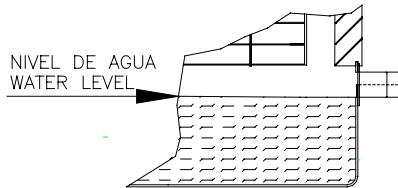

Fig.: 6
Su función es la de reponer intermitentemente el volumen de agua que por efectos de la evaporación se pierde. Su regulación se efectúa desplazando el flotador a lo largo del vástago (Ver Fig.: 5) hasta conseguir que el cierre completamente cuando el nivel de agua en la balsa se sitúe por la parte inferior del tubo de rebosadero. (Fig.: 6).
*The float valve's function is to replenish, or make up, from time to time, the volume of water lost through evaporation. It can be regulated by moving the float along the piston (See Fig. 5) until the valve closes completely when the water level in the basin falls below the overflow pipe. (Fig.: 6)